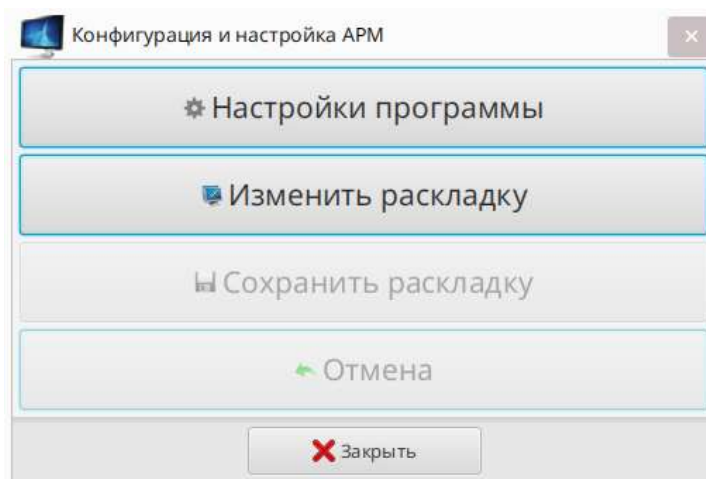

Рис. 87
9.1.2. В открывшемся окне выбрать пункт «Настройки программы» (Рис. 87).